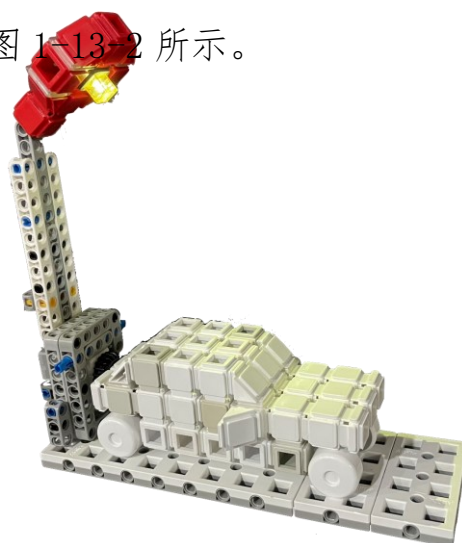

图 1-13-2：完成状态
1.13.2 机器人通过触发感应装置使小车成功与充电桩接触并使指示灯常亮并保持到比赛结束得 30 分，如图 1-13-2 所示。